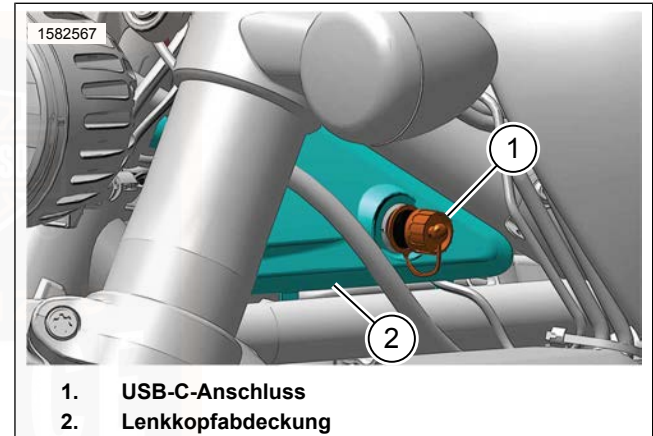

Abbildung 47. USB-C-Anschluss
Siehe Abbildung 47. Das Motorrad verfügt über einen USB-C-Anschluss, um ein Telefon oder Mediengerät aufzuladen und ein Software-Update zu übertragen. Für den Anschluss dieser Geräte muss ein Schnittstellenkabel verwendet werden. Der USB-C-Anschluss wird mit Strom versorgt und ist betriebsbereit, wenn das Fahrzeug eingeschaltet ist oder sich im Nebenverbrauchermodus befindet.
Siehe Abbildung 47. Der USB-C-Anschluss (1) befindet sich in der Linksseitig (LH) Lenkkopfabdeckung (2).